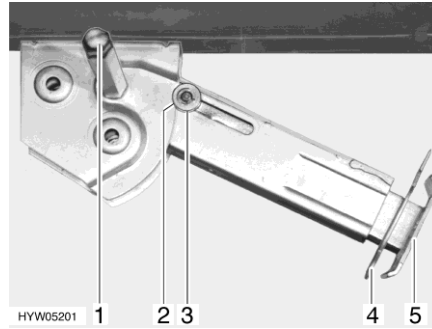

Fig. 15 Apoyo de elevación
- Colocar la llave de vaso en el hexágono (Fig. 15,1) y girarla hasta que el apoyo de elevación quede verticalmente hacia abajo.
- Extraer la clavija hendida (Fig. 15,4) de la prolongación del pie de apoyo (Fig. 15,5).
- Colocar la llave de vaso en el hexágono (Fig. 15,1) y girarla hasta que el apoyo de elevación esté de nuevo libre del suelo.
- Introducir totalmente la prolongación del pie de apoyo (Fig. 15,5) e introducir la clavija hendida (Fig. 15,4) en el orificio previsto para ello que hay en la prolongación del pie de apoyo.
- Girar con la llave de vaso en el hexágono (Fig. 15,1) hasta que el apoyo de elevación bascule hacia arriba y la arandela de guía (Fig. 15,3) esté totalmente introducida en la entalladura (Fig. 15,2).